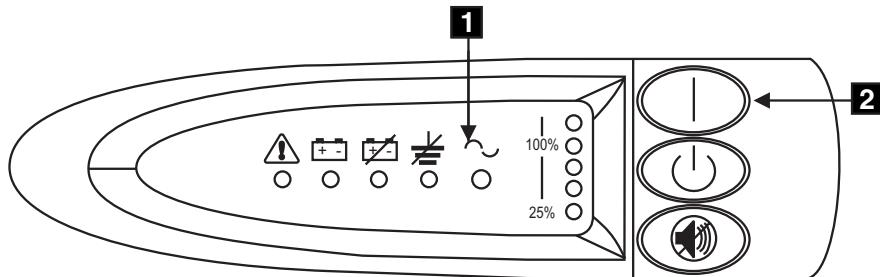

图 26. 不间断电源的电源开关和指示灯
10. 当不间断电源自检时, 不间断电源的所有前面板指示灯都会闪烁一小段时间。当测试完成时, 方式指示灯 **1** 在闪烁, 它表示不间断电源处于待机方式 (请参阅图 26)。